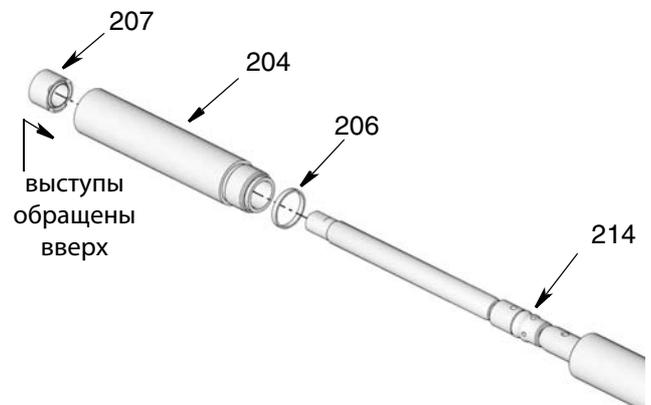

Рис. 40
11. Нанесите тонкий слой консистентной смазки на уплотнение (206) и уложите его вокруг цилиндра насоса (204) (Рис. 40).
12. Нанесите тонкий слой консистентной смазки на уплотнение поршня (214).
13. Вкрутите цилиндр насоса (204) в распорный цилиндр (205). Используйте гаечный ключ для надежной затяжки. Затяните с усилием 45 - 55 футов на фунт (61 - 74 Н•м)
14. Нанесите тонкий слой консистентной смазки на уплотнение впускного отверстия (207) и установите уплотнение с обращенными вверх выступами внутрь цилиндра насоса (204), как показано на Рис. 40.